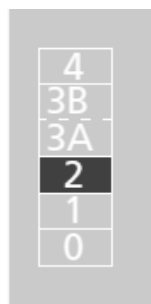

図 16-1 モジュールの前面パネルに示されているカテゴリ ID（カテゴリ 2 のモジュールの例）
モジュールのカテゴリは、前面パネル左端のモジュールスタック図（128 ページの図 16-1）内にハイライトされた番号です。
- モジュールは、前面パネル左端の図（128 ページの図 16-1 参照）のように、カテゴリ番号の小さいものから順に下から上へ積み重ねてください。